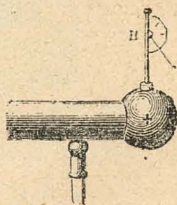

Fig. 168
*Electrómetro de Henley.*—La presencia de la electricidad y hasta cierto punto su tensión, se marcan con el *electrómetro de Henley* (fig. 168).